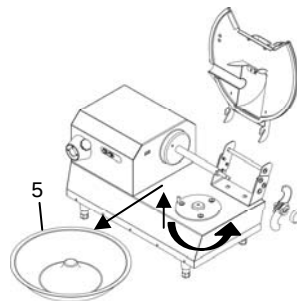

Fig. 6.3.7
- Girar en sentido antihorario el depósito "5" Fig. 6.3.7 para que desenganche de la sede.